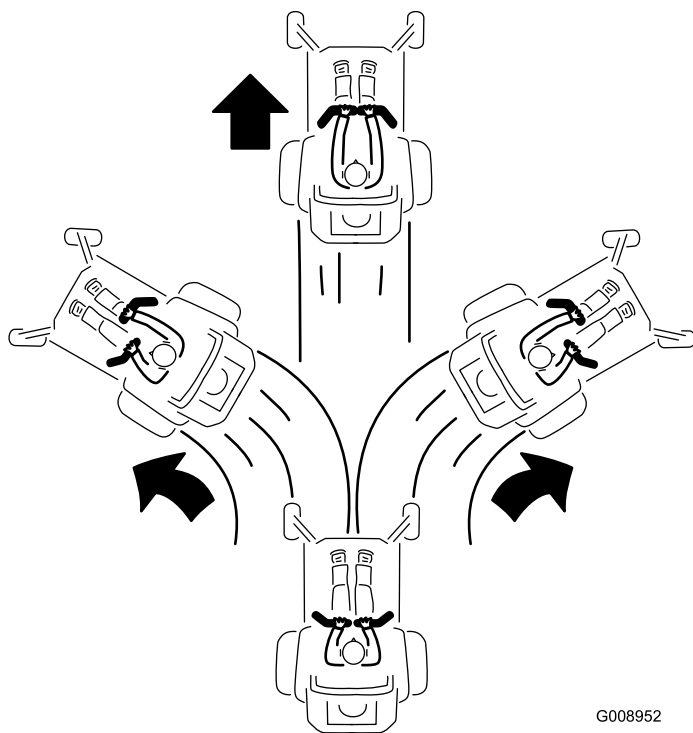

Figura 26
3. Per fare marcia avanti spingete lentamente in avanti le leve di controllo del movimento (Figura 26).